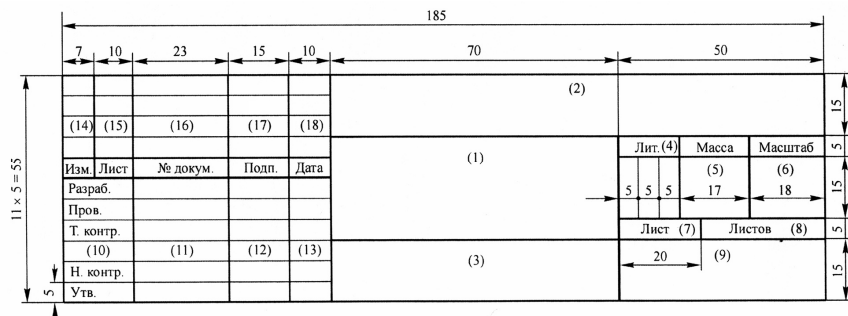

Рисунок 7.1 – Основная надпись чертежей
- чертежей специальной части курса черчения (рисунок 7.1);